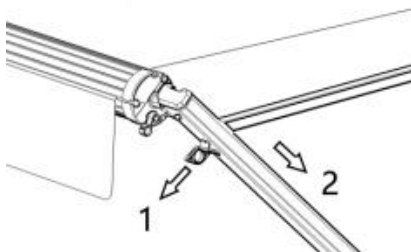

Figure D15
2.3 Allentare le viti dell'asta di tensione, tirare la fibbia all'estremità superiore dell'asta di supporto e spingere indietro l'asta di tensione lungo l'asta di supporto. (Figura D15)